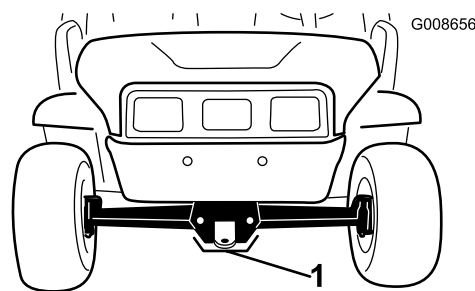

Рисунок 25
- Точка подъема в передней части машины находится в передней части рамы позади сцепного устройства для буксировки (Рисунок 25).